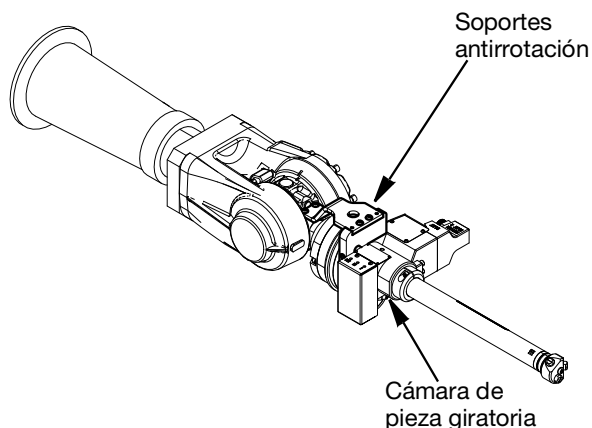

FIG. 3
Una vez montada la pistola Switch 3D en el robot, los soportes antirrotación deben colocarse en el alojamiento de la pieza giratoria (619) y en el punto de fijación del robot con ayuda de los tornillos de cabeza hueca hexagonal. El ajuste exacto de los soportes antirrotación dependerá del robot y del kit que se esté utilizando. Mire la FIG. 3 para ver el ejemplo de instalación y la página 33 para ver la referencia de la cámara de la pieza giratoria.